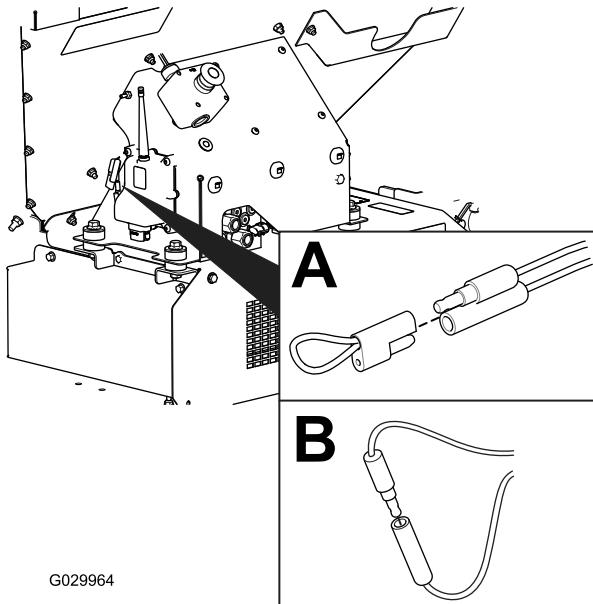

Bild 27
2. Ziehen Sie unverlierbaren Kappen der zwei Diagnostik-Shuntstecker ab (Bild 27, A).
3. Stecken Sie die Diagnostik-Shuntstecker zusammen (Bild 27, B).
2. Schließen Sie die Diagnostik-Shuntstecker ab (Bild 27, B).
3. Drücken Sie die unverlierbare Kappe auf die zwei Diagnostik-Shuntstecker (Bild 27, A).